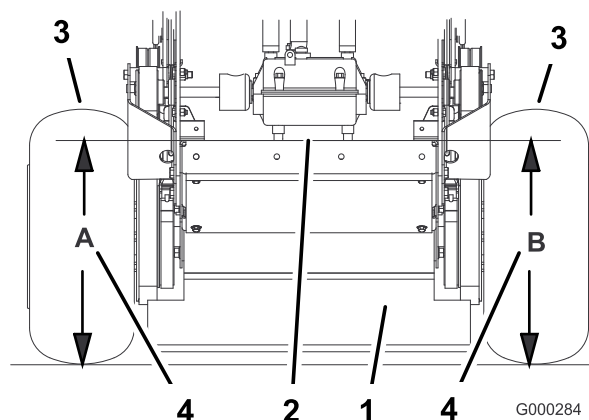

Figure 63
- Mesurez la hauteur du plancher moteur au point **A** (Figure 63).
- Mesurez la hauteur du plancher moteur au point **B** (Figure 63).